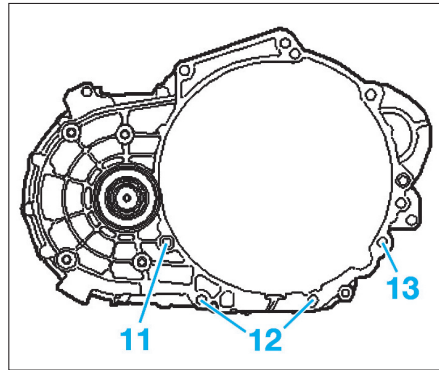

FIG. 20
- les vis d'assemblage inférieures (11) entre le moteur et la boîte de vitesse (Fig.20).